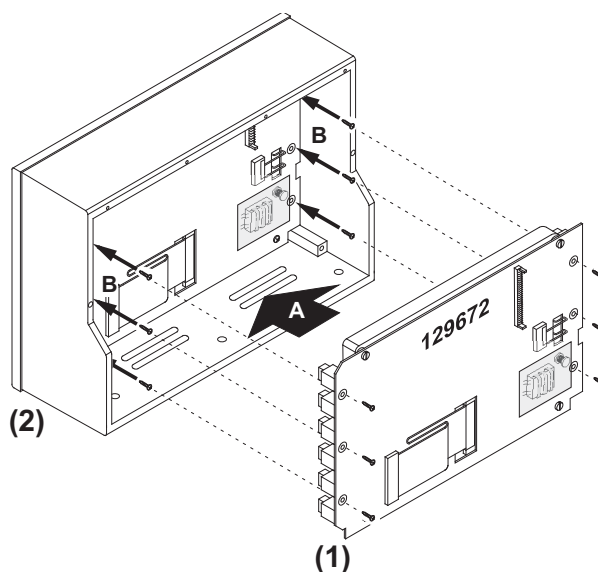

Bild 4-8: Einsetzen und Befestigen der Display-Montageeinheit
9. Nehmen Sie nun die neue Montageeinheit mit Platine, Display, Tastern und Inverter (Teile-Nr. 129672) und schieben Sie sie vorsichtig in das Gehäuse ein (A), so dass die Schraubenlöcher genau über den Aufnahmeestegen im Gehäuse zu liegen kommen. Schieben Sie dabei vorsichtig die Taster durch die entsprechenden Öffnungen im Gehäuse. Prüfen Sie den korrekten Sitz der Montageeinheit. Schrauben Sie erst dann die Displayplatine mit den sechs Schrauben fest (B). Prüfen Sie die mechanische Funktion der Tasten. Justieren Sie gegebenenfalls die Montageeinheit nach (leichtes Lösen der Schrauben und leichtes Verschieben der Platine). (Bild 4-8)